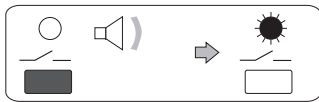

Abb. 3
- Halten Sie die **Taste** " / _ " gedrückt, bis ein kurzes akustisches Signal ertönt, und lassen Sie die Taste danach wieder los: die Steuerung ist eingeschaltet und die entsprechende LED leuchtet anhaltend auf (Abb. 3).